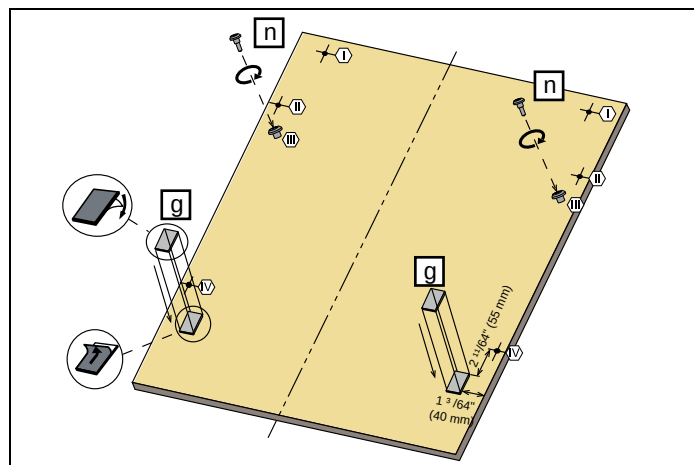

Fig. 25
- 3) Como se muestra en Fig. 25 , se instalan los tornillos $\emptyset$ 5/32" x 27/32" (4 mm x 21,5 mm) en las posiciones III.
- 4) Como se muestra en Fig. 25 , los listones de fijación de madera para puertas se instalan en las posiciones indicadas en la figura.